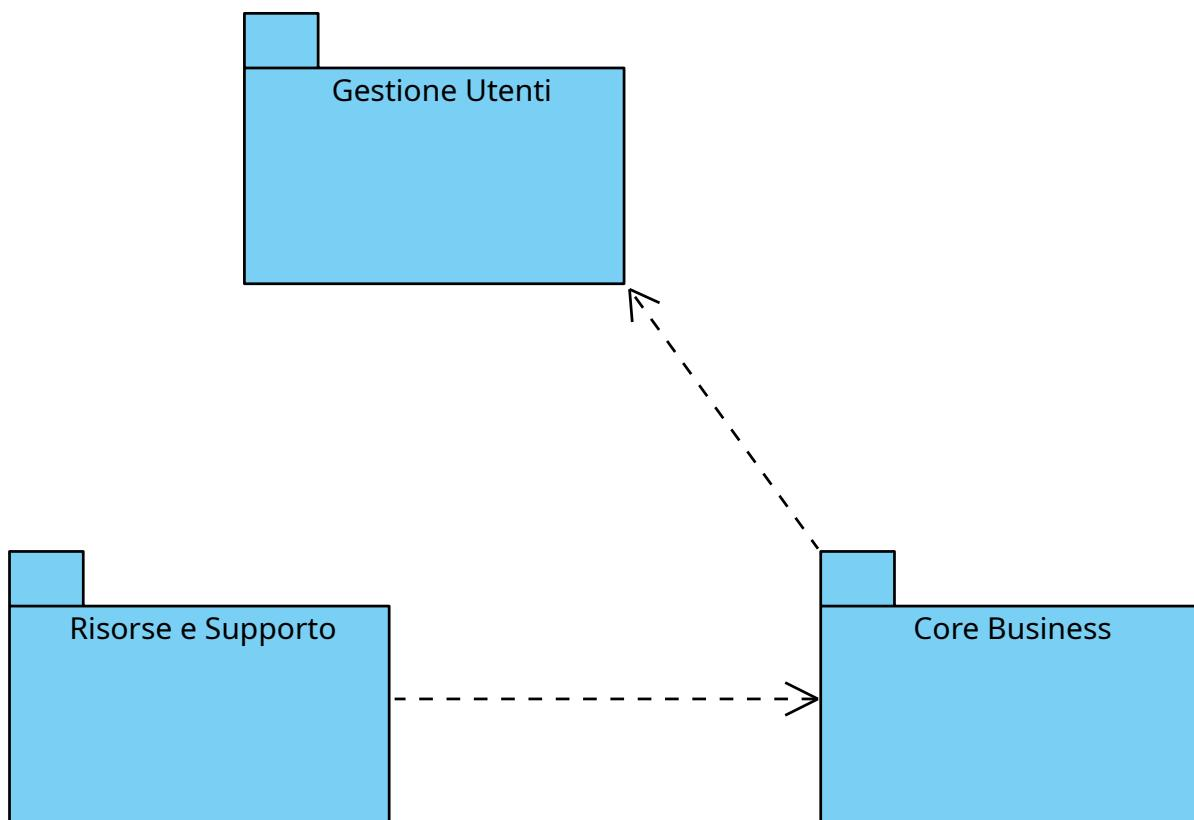

Figura 18: Diagramma dei Package del Modello Oggetti.
**Obiettivo:** Questa sezione descrive le dipendenze strutturali tra i principali package del sistema *HeavyRoute*, come illustrato nel Diagramma dei Package (Figura 18). Comprendere queste dipendenze è fondamentale per la corretta gestione degli strati software e per minimizzare l'accoppiamento tra i moduli.